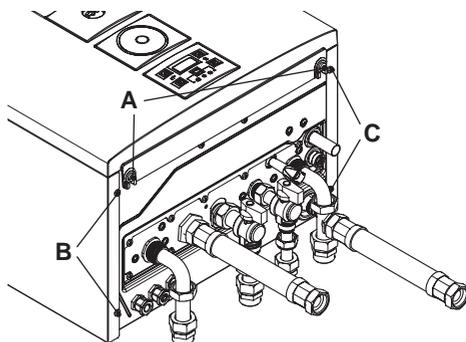
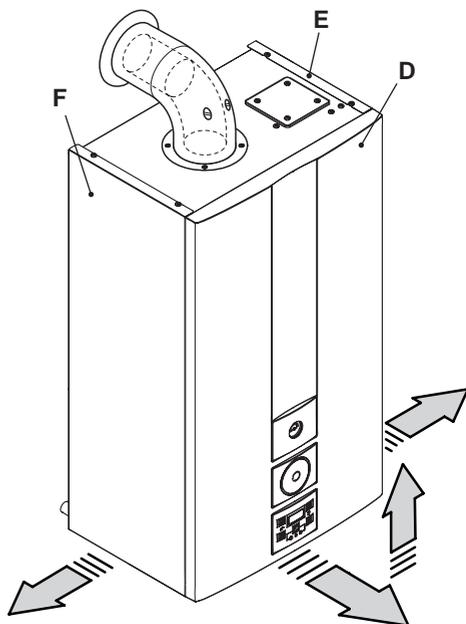

Figura 9.5
Figura 9.6
- Svitare le viti **A** e rimuovere il pannello frontale **D** tirandolo a sé e quindi spingendolo verso l'alto in modo da liberarlo dalle sedi superiori (Figura 9.5 e Figura 9.6).
Allentare le viti **B** e **C** in Figura 9.5 e togliere i due pannelli laterali **E** ed **F** tirandoli verso l'esterno.
- Bloccare il pannello frontale **D** con le apposite viti **A** (Figura 9.5).